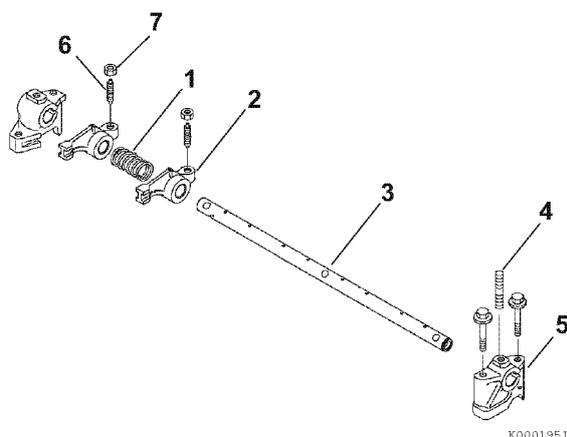

**Figure 6-39**
*Remarque :* Assurez-vous que les trous de lubrification (1, **Figure 6-39**) de l'axe de culbuteur sont correctement orientés par rapport aux culbuteurs (2, **Figure 6-39**).